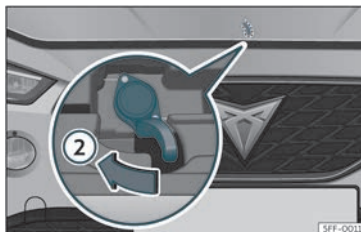

Fig. 184 Alavanca sob o capô.
• Para levantar o capô, pressione para a esquerda com a palma da mão para baixo a alavanca situada sob o capô, no centro »» Fig. 184 ②. Os ganchos de fixação ficam desbloqueados.